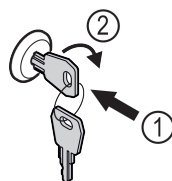

Fig. 175
- ▶ Πιέστε μέσα το κλειδί. Fig. 175 (1)
- ▶ Περιστρέψτε το κλειδί 90° δεξιόστροφα. Fig. 175 (2)